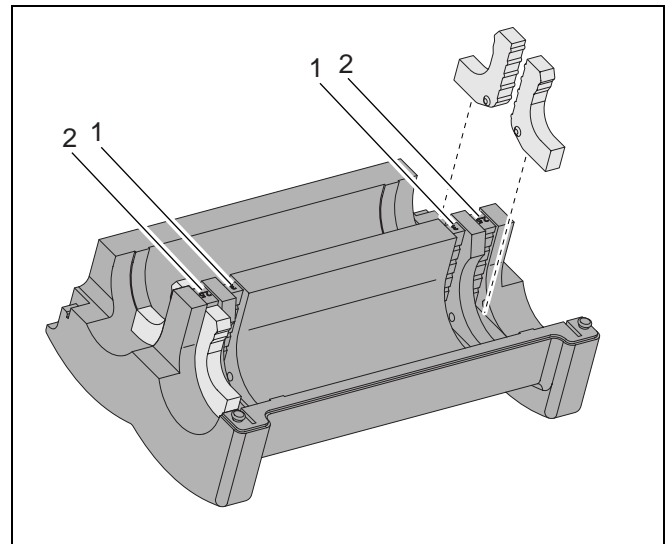

Fig. 10 Indvendig side af skålen
- Montér ved 2½" og 3"-fordelere reduktionerne i den yderste isolerings-skål. Montér ved 2½"-fordeler reduktionerne i de yderste udsparinger (fig. 10, pos. 2). Montér ved 3"-fordeler reduktionerne i de inderste udsparinger (fig. 10, pos. 1).